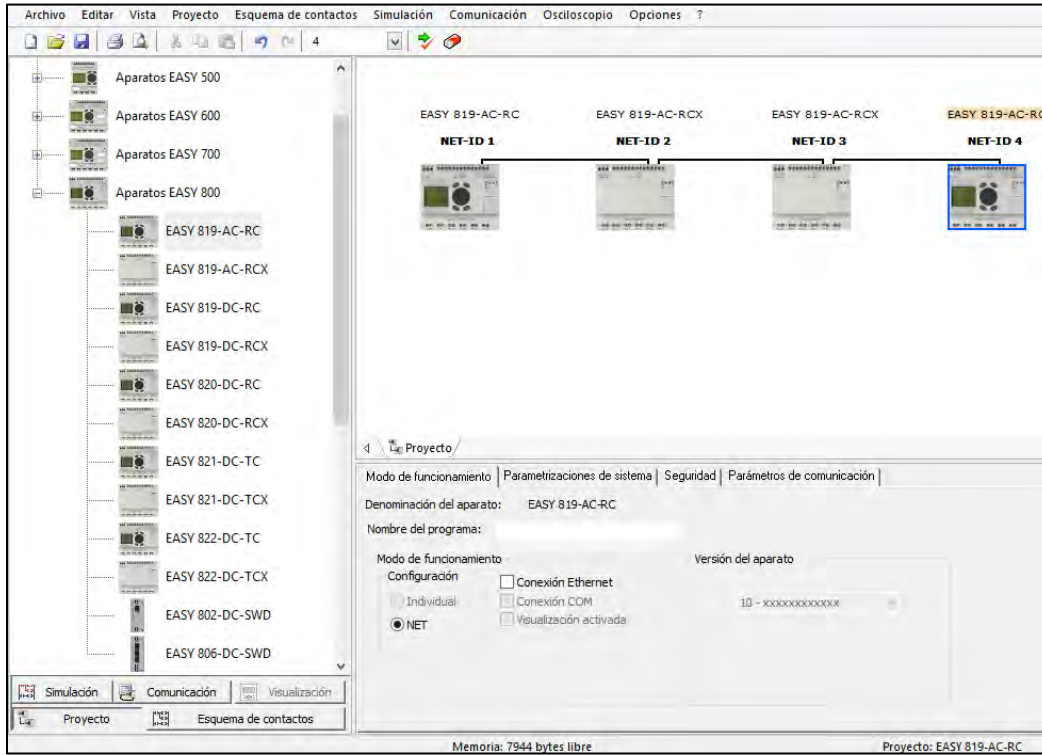

Imagen 2.3.1 Proyecto
A.- Proyecto: en esta sección se determinaran las propiedades de nuestro proyecto y dispositivo, aquí podemos visualizar nuestro dispositivo, en caso de ser necesario se pueden tener más de dos dispositivos conectados entre sí, de ser así se mostraran más opciones como que tipo de comunicación van a tener los dispositivos y el número en orden del mismo. En la imagen 2.3.1 se muestra un ejemplo al seleccionar esta opción.